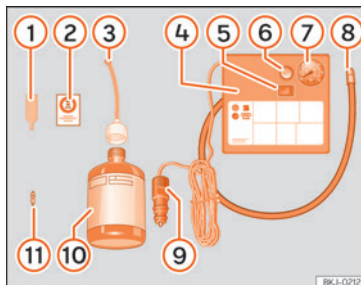

Fig. 29 Principskitse: havarisættets dele
Havarisættet er placeret i bagagerummet under bundpladen. Det består af følgende dele » Fig. 29:
- Skru ventilhætten og ventilkeglen af dækventilen. Anvend værktøjet til afmontering af ventilkegler » Fig. 29 1 til at skru ventilkeglen ud. Læg ventilkeglen på et rent underlag.
- Ryst flasken med dæktætningsmiddel kraftigt » Fig. 29 10.
- Skru påfyldningsslangen » Fig. 29 3 helt på flasken med dæktætningsmiddel. Folien på lukningen bliver automatisk brudt.
- Fjern proppen fra påfyldningsslangen » Fig. 29 3, og sæt den åbne ende helt på dækventilen.
- Skru ventilkeglen ind i dækventilen igen med værktøjet til afmontering af ventilkegler »» **Fig. 29 ①**.
- Skru luftkompressorens påfyldningsslange »» **Fig. 29 ⑧** fast på dækventilen.
- Kontroller, om luftaftapningsskruen »» **Fig. 29 ⑥** er lukket.
- Sæt kabelstikket »» **Fig. 29 ⑨** i en 12-volts-stikdåse i bilen »» **Side 100**.
- Tilslut luftkompressoren med tilslutnings- og afbryderkontakten »» **Fig. 29 ⑤**.
- Klæb mærkaten »» **Fig. 29 ②** på kombiinstrumentet i førerens synsfelt.
Tilslut dækpåfyldningsslangen »» **Fig. 29 ⑤** igen, og aflæs dæktrykket på dæktryksmåleren **⑥**.